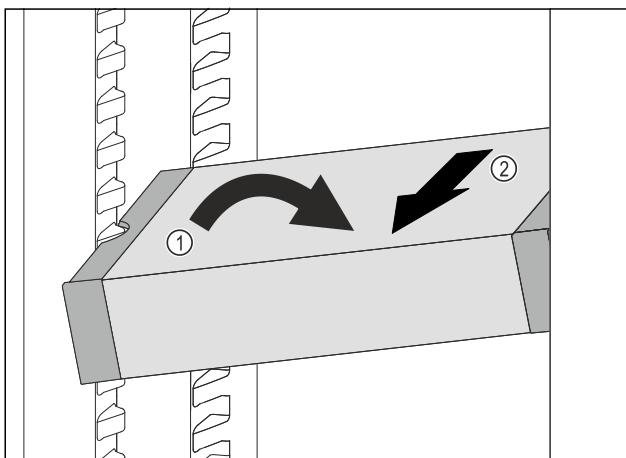

Fig. 124
- Расположите VarioSafe в холодильном отделении под наклоном. Fig. 124 (1)
► Извлеките VarioSafe движением вперед. Fig. 124 (2)